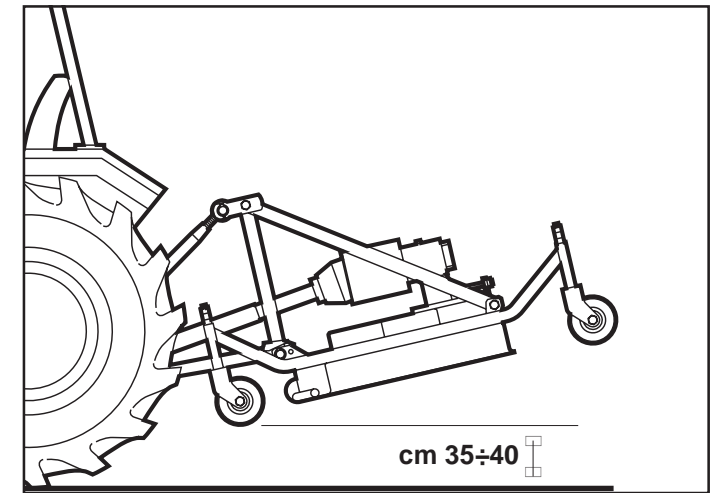

Fig. 10
- Avviare il trattore e sollevare il tosaerba, a circa 35-40 cm dal suolo (Fig. 10), portandosi in posizione di lavoro.
- *Start the tractor and raise the grass mower about 35-40 cm from the ground (Fig. 10), setting it to the work position.*
- Den Traktor starten und den Räsensmäher um circa 35-40 cm vom Bodenniveau (Abb. 10) ausheben und zur Arbeitsstelle fahren.
- *Démarrez le tracteur et soulevez la faucheuse, à environ 35-40 cm du sol (Fig. 10) et placez-vous dans la position de travail.*
- Arrancar el tractor y elevar la segadora de césped 35/40 cm del suelo (Fig. 10), posicionándose en la posición de trabajo.
- Durante il trasporto, od ogni qualvolta si renda necessario il sollevamento del tosaerba, è opportuno che il gruppo di sollevamento del trattore venga regolato in modo che il tosaerba stesso non sia sollevato da terra per più di 35÷40 cm circa (Fig. 10).
- able to regulate the lifting unit of the tractor so that the actual grass mower is not raised more than 35-40 cm from the ground (Fig. 10).
- Während des Transports und jedesmal, wenn es erforderlich ist, den Sichelmäher auszuheben, ist es erforderlich, das Hubwerk des Traktors so einzustellen, daß der Sichelmäher für wenigstens 35-40 cm vom Boden angehoben wird (Abb. 10).